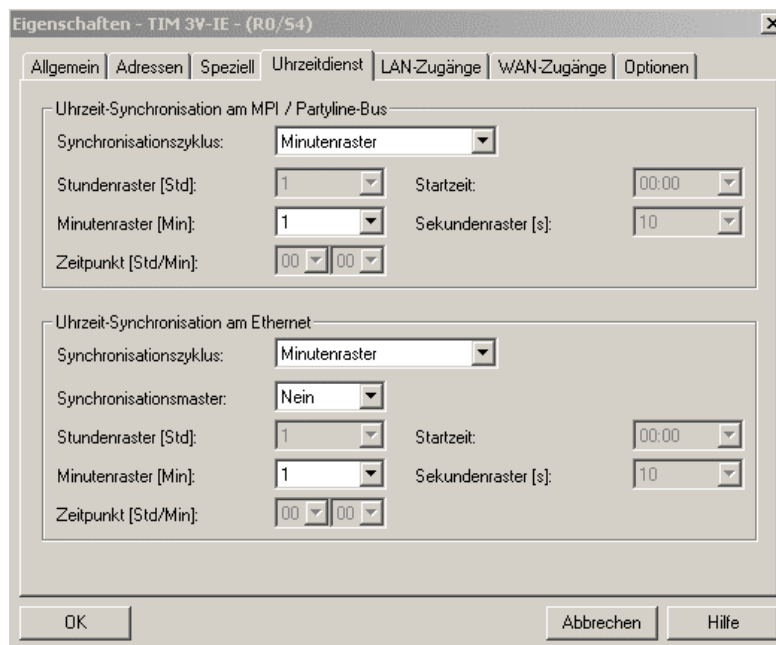

Bild 2-22 Einstellung der Uhrzeit-Synchronisation einer lokalen TIM am Ethernet-Bus
Da die Ethernet-TIMs (TIM 3V-IE, TIM 4R-IE) über keinen DCF77-Empfänger verfügen, muss die korrekte Zeitvorgabe vom SINAUT-PC geliefert werden. Die Zeitsynchronisation der lokalen TIMs am Ethernet-Bus erfolgt dadurch, dass die TIMs im projektierten Synchronisationszyklus (siehe Bild 2-22) die aktuelle Uhrzeit beim SINAUT-PC anfragen.
5. Stellen Sie den Parameter *Synchronisationszyklus* im Feld *Uhrzeit-Synchronisation am Ethernet* auf Minutenraster ein. Wählen Sie in der Auswahlliste *Minutenraster (Min)* die Option 1 (siehe Bild 2-22). Damit wird festgelegt, in welchem Zyklus die TIM die aktuelle Uhrzeit beim SINAUT-PC über Ethernet anfragt.
7. Wenn noch weitere lokale TIMs am Ethernet-Bus angeschlossen sind, nehmen Sie dort ebenfalls die Einstellungen aus Bild 2-22 vor.